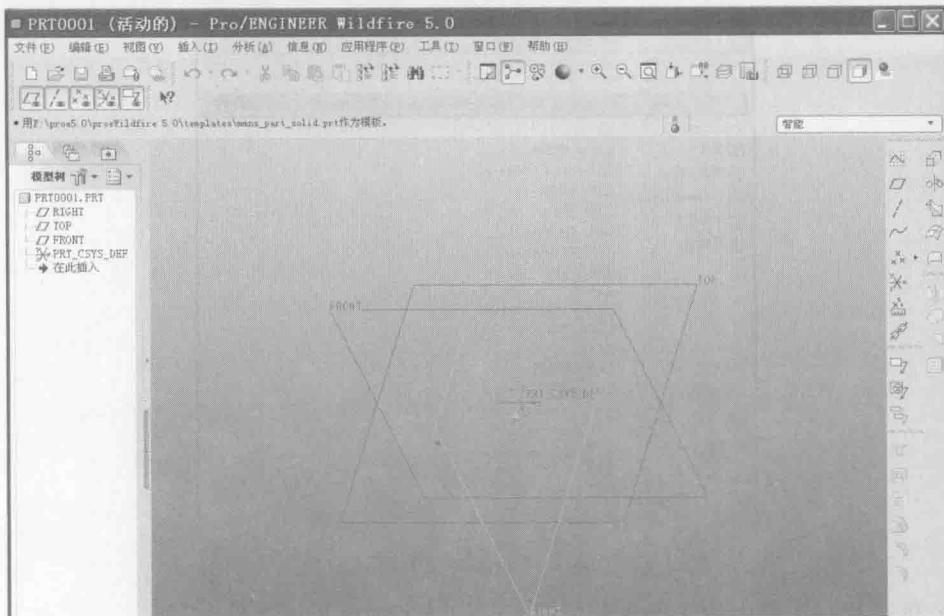

图 1-7 零件设计界面
(2) 在该对话框中可以选择不同的模块，系统默认的是【零件】模块。
(3) 在该对话框中【名称】文本框中输入零件名称(如 T1-1)，单击【确定】按钮，即进入零件设计界面，如图 1-7 所示。在该模式下即可进行零件的三维设计。